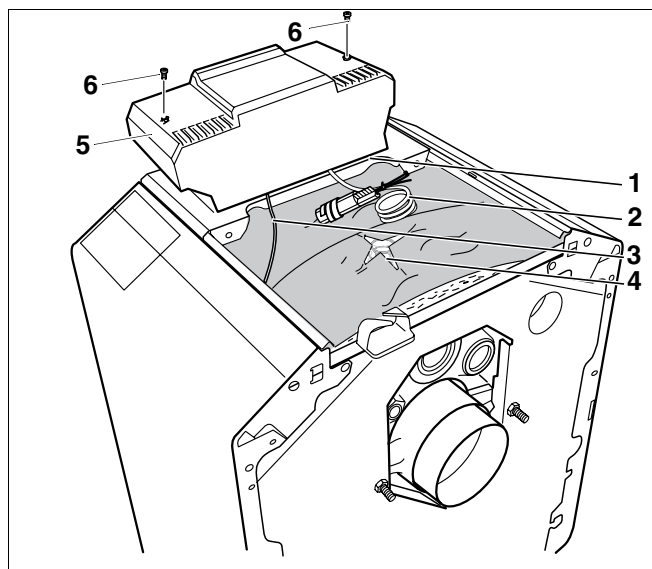

Fig. 26 Amplasarea si legarea racordurilor
- Amplasarea tuburilor capilare si a sondei de temperatura (fig. 26, **poz. 2**) pe locul de masurare (fig. 26, **poz. 4**).
- Impletirea lungimii in plus a tuburilor capilare si a conductei sondei (fig. 26, **poz. 2**) si pozitionarea acestora pe termoizolatia blocului de cazan.
- Amplasarea cablului arzatorului (fig. 26, **poz. 3**) prin capacul din fata al cazanului (fig. 26, **poz. 1**) la aparatul de reglare.
- Racordarea cablului arzatorului (fig. 26, **poz. 3**) la aparatul de reglare dupa etichetarea regletului cu fise.
- Asezarea capacului detașabil al aparatului de reglare pe (fig. 26, **poz. 5**) aparatul de reglare.
- Fixați capacul (fig. 26, **poz. 6**) detașabil pe aparatul de reglare (fig. 26, **poz. 5**) cu ajutorul șuruburilor.